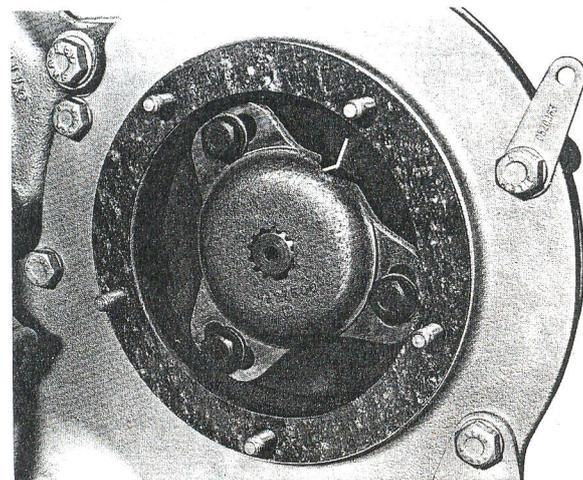

Fig. L9 — Repères de mise en place du plateau d'entraînement et du pignon de pompe d'injection (régulateur hydraulique).
3. Remonter le plateau d'entraînement de la pompe sur l'axe cannelé de la pompe. Lorsque le trait repère de mise en place du plateau coïncide avec celui du pignon (fig. L9), fixer le plateau sur le pignon à l'aide des trois vis.
10. Lorsque le calage de la pompe est correct, tracer un repère sur le pignon d'entraînement de la pompe pour qu'il coïncide avec celui du plateau d'entraînement comme indiqué à la fig. L9.